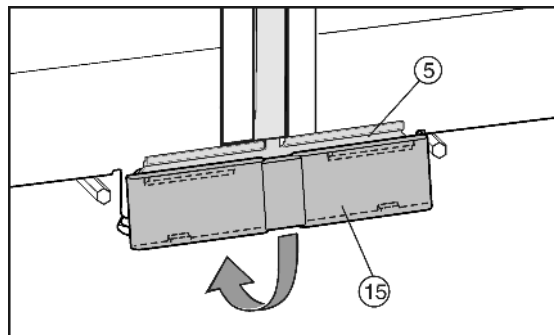

Fig. 11
- ▶ Applicare la copertura Fig. 11 (15) inferiore, dall'alto sulla lamiera di collegamento Fig. 11 (5) e inserire a scatto in basso.